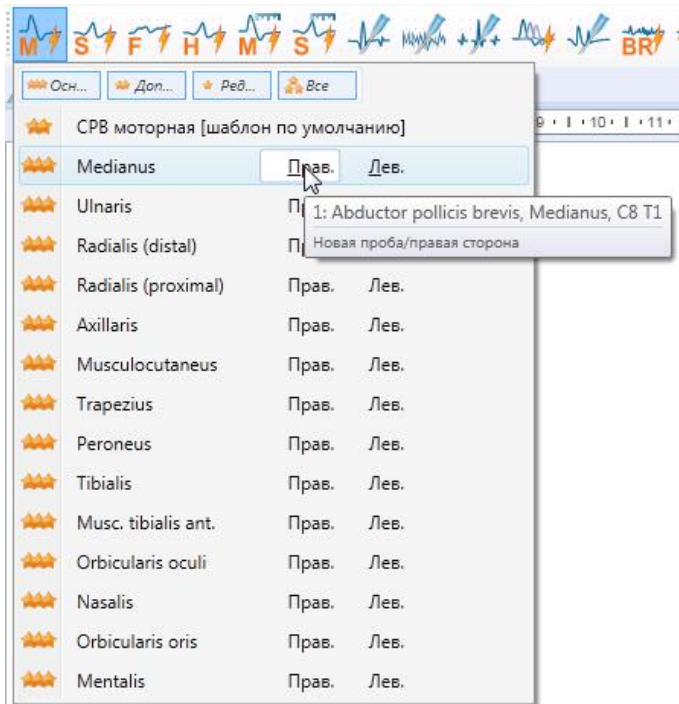

Рис. 48. Выбор шаблона пробы и стороны стимуляции
2. Запустите ПО «Нейро-МВП.NET», создайте новое обследование, выберите необходимый шаблон пробы и сторону стимуляции (рис. 48) (см. руководство пользователя ПО «Нейро-МВП.NET»).